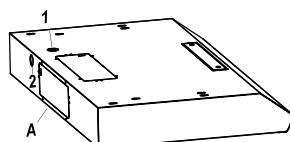

Fig. 10
- Utiliser le câble d'alimentation pour relier la hotte (A) directement à la boîte de jonction ou au disjoncteur. Seulement utiliser un câble en cuivre blindé flexible, ou non métallique gainé. Ne jamais utiliser de rallonge électrique ou de raccord pour cet appareil.
- Connecter un connecteur de conduit homologué UL ou approuvé par la CSA à chaque extrémité du câble d'alimentation électrique (à la hotte et à la boîte de jonction). Raccorder les deux fils de couleur de la hotte (A) aux fils correspondants de la source électrique : le noir au noir (sous tension), le blanc au blanc (neutre), et le vert/jaune au vert/jaune (mise à la terre). Utiliser soit le trou du haut (1) ou le trou arrière (2) de la hotte en fonction de votre type d'installation. Voir Fig.10.
- Choisir le trou défonçable de câblage électrique approprié à enlever selon votre type d'installation. Utiliser le trou supérieur (1) pour une installation de ventilation par le dessus et le trou arrière (2) pour une installation de ventilation par l'arrière. Voir Fig. 10.